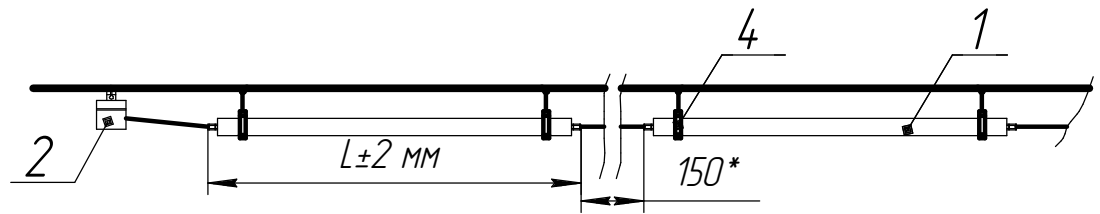

Рис.1. 1 - Корпус; 2 - распредел. коробка;
4.2 Светильник в соответствии с Рис.1 состоит из корпуса поз.1, внутри корпуса размещена панель в сборе, на которой размещены светодиодные линейки и электрическая схема, распределительной коробки поз.2, внутри которой расположена электрическая схема, скоб для подвеса светильника поз.4.